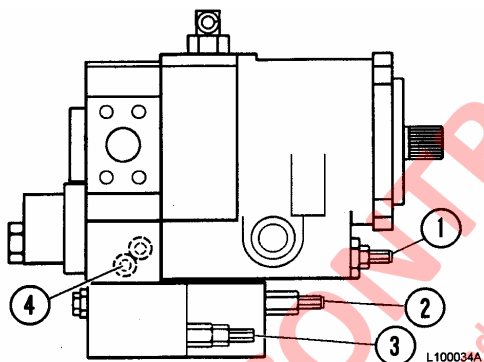
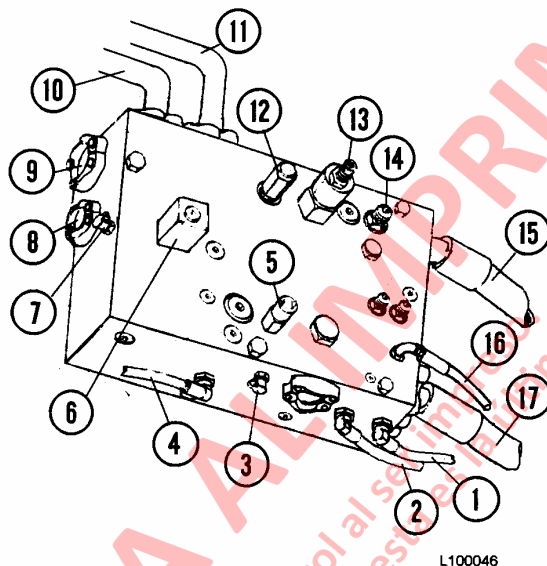

FIGURA 10-1. AJUSTES DE BOMBA DE DIRECCION/FRENOS
FIGURA 10-2. MULTIPLE DE PURGA
El circuito de la dirección puede aislarse del circuito de frenos liberando primero toda la presión del sistema de dirección y luego liberando toda la presión de los acumuladores de frenos y retirando la línea de suministro del sistema de frenos (4, Figura 10-2) del múltiple de purga. Tape la manguera de suministro de frenos y tape el accesorio en el múltiple de purga para evitar fuga de alta presión.
3. Instale un indicador de presión exacto de 35.000 kPa (5000 psi) en la lumbrera de prueba "GPA" de presión de la dirección (4, Figura 10-1) ubicada en el lado de succión de la bomba. Instale un segundo indicador de 35.000 kPa (5000 psi) en la lumbrera de prueba del múltiple de purga "TP2" (3, Figura 10-2).
4. Gire el tornillo de ajuste de la válvula de descarga (2, Figura 10-1) a la derecha hasta el fondo.
5. Suelte el tornillo de ajuste del compensador (3), girándolo hacia la izquierda.
6. Arranque el motor y ajuste el compensador de presión (3) para obtener 22.925 kPa (3325 psi) en el indicador de presión en la lumbrera de la bomba "GPA". Apriete la tuerca de bloqueo del compensador.
8. Suelte completamente el tornillo de ajuste de la válvula de descarga (2, Figura 10-1).
1. Desconecte la línea de retorno del amplificador de flujo (9, Figura 10-2) en el múltiple de purga. Tape la lumbrera en el múltiple de purga.
1. Con las líneas hidráulicas todavía desconectadas de la Prueba de Fugas de la Unidad de Control de la Dirección y del Amplificador de Flujo, desconecte la manguera de retorno de la válvula piloto de elevación (14, Figura 10-2) ubicada en el lado del múltiple de purga. Tape la lumbrera abierta en el múltiple de purga.
3. Desconecte la línea de retorno al estanque (15, Figura 10-2) desde el múltiple de purga. Conecte la manguera de retorno de la válvula piloto de elevación que se sacó en el Paso 1 a la línea de retorno del estanque, o conecte a la lumbrera de llenado del estanque hidráulico. No tape la manguera de retorno piloto de elevación.
Si la fuga es excesiva, el solenoide de purga (6, Figura 10-2), la válvula de alivio del sistema de dirección (13), o la válvula de retención con piloto ubicada en la parte superior del múltiple de purga están defectuosos y se deben reemplazar.
El perno de ajuste de carrera de la bomba (1, Figura 10-1) controla el volumen de aceite producido por la bomba de dirección/frenos. El uso de esta función se requiere sólo si el camión es operado a gran altura (más de 3.050 metros (10.000 ft.) sobre el nivel del mar). Si el camión está operando a gran altura, contacte al representante de servicio de área Komatsu para instrucciones respecto al procedimiento de ajuste de control de carrera.
1. Instale un indicador de presión de 35.000 kPa (5000 psi) en "TP2" (3, Figura 10-2) en el múltiple de purga de la dirección.
5. Mientras observa el indicador en la lumbrera de prueba de presión de la dirección "TP2", gire el perno de ajuste de la válvula de descarga (2, Figura 10-1) hacia la derecha hasta obtener aproximadamente 22.750 kPa (3.300 psi).